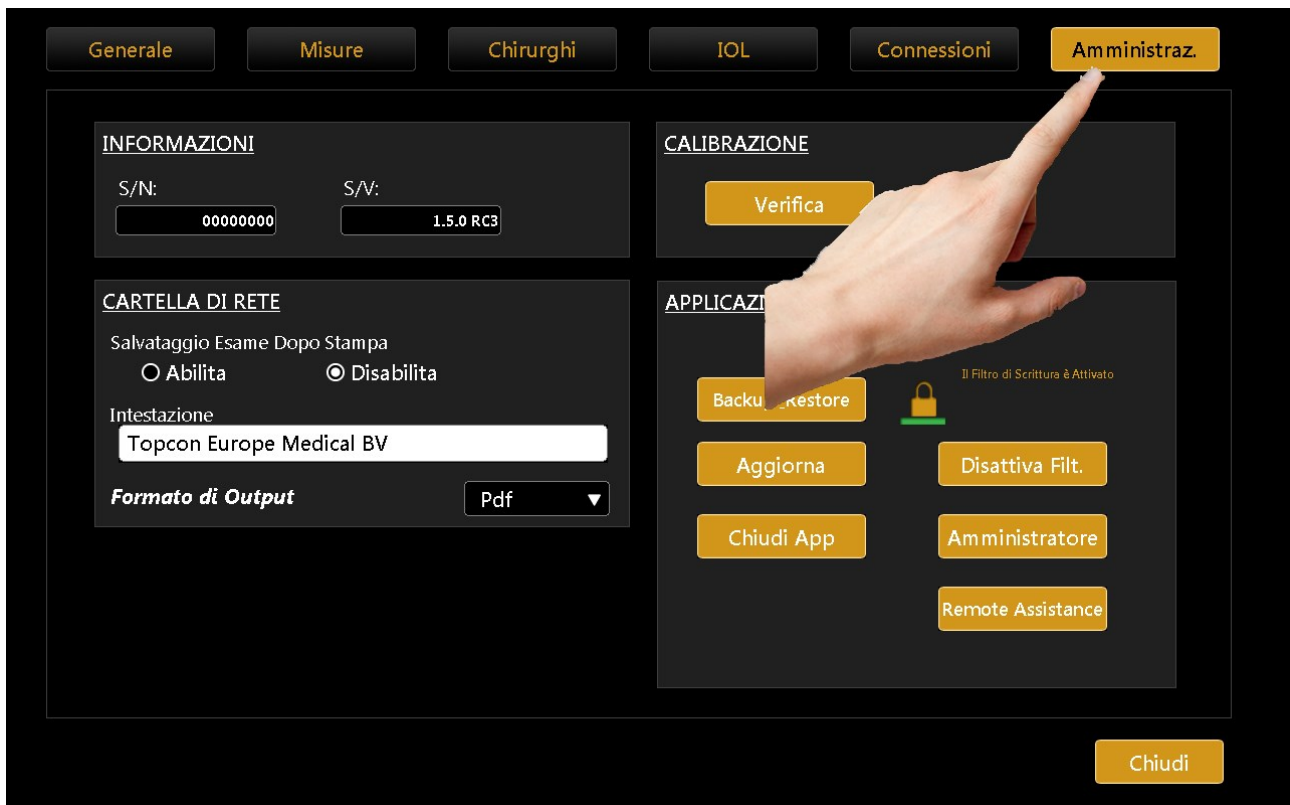

Figura 97
5. Premere sul tasto "Amministrazione" (Figura 97).